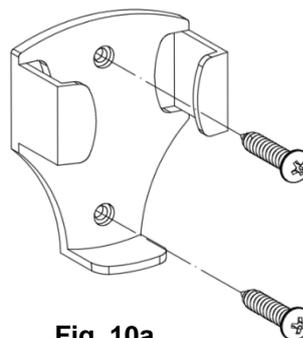

Fig. 10a
1. Elija un lugar apropiado de una pared para fijar el portamandos con 2 tornillos. (Fig.10a).